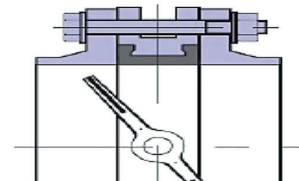

Рис. 6
7. Затяните болты (шпильки) так, чтобы фланцы и корпус (металлическая часть) затвора соприкоснулись. Затяжка болтов на межфланцевых соединениях должна быть равномерной по всему периметру. Медленно закройте и откройте дисковый поворотный затвор. Если установка затвора была проведена правильно, затвор должен свободно открываться и закрываться (рис. 6).